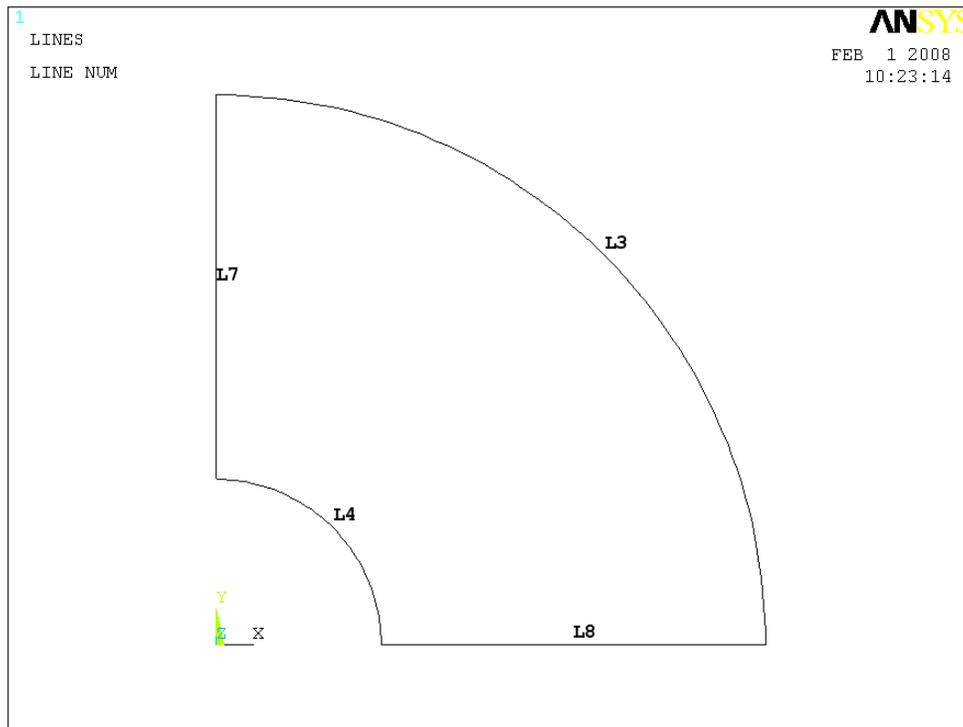

Рисунок 51. Нумерация линий модели
После выполнения данного шага появятся нумерованные линии модели (Рисунок 51).
- Далее необходимо с помощью «мыши» выбрать линию **L3** (Рисунок 51) и нажать кнопку **OK** в окне выбора **Reselect lines**.
- Далее необходимо с помощью «мыши» выбрать линию **L4** (Рисунок 51) и нажать кнопку **OK** в окне выбора **Reselect lines**.
- Далее необходимо с помощью «мыши» выбрать линию **L7** (Рисунок 51) и нажать кнопку **OK** в окне выбора **Reselect lines**.
- Далее необходимо с помощью «мыши» выбрать линию **L8** (Рисунок 51) и нажать кнопку **OK** в окне выбора **Reselect lines**.